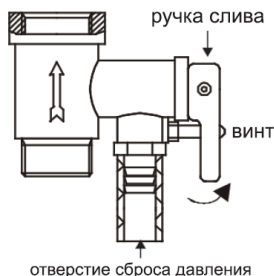

Рисунок 5
4. На входной патрубке, обозначенный голубым цветом и стрелкой направления течения воды, накрутите предохранительный клапан так, чтобы течение воды совпадало с направлением стрелки на корпусе клапана. На отверстие сброса давления предохранительного клапана (см. рисунок 5) оденьте дренажную трубку* для отвода воды (возможно появление при нагревании) в канализацию (трубку необходимо направить строго вниз и запрещено перегибать её).
- нажать до щелчка кнопку, расположенную по центру термовыключателя, который находится рядом с ТЭНом (имеет круглую форму), рисунок 5;